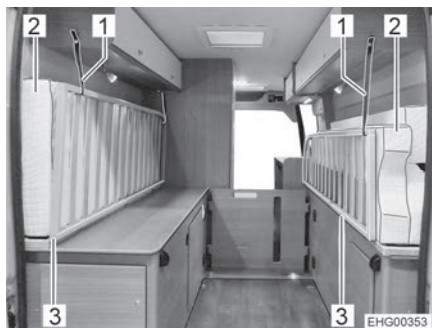

Bild 37 Madrasser och sängbottnar (transportläge)
- Vik upp madrasserna (med mellanbräda och tvärbalk) mot höger och vänster sida, se Bild 37.
- Fäll upp båda sängbottnarna (Bild 37,3).
- Säkra madrasserna (Bild 37,2) och sängbottnarna med säkerhetsrem (Bild 37,1) på båda sidor.